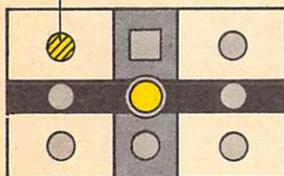

Bild 10
- (7) Der Dauereinschaltmelder zeigt an, daß die BÜ-Sicherungseinrichtung entweder durch Bedienen der Dauereinschalttaste und der Bahnübergangstaste oder mit dem Rangierschalter am BÜ eingeschaltet wurde. Die schützenden Signale werden dadurch aber nicht freigegeben. Mit dem Einschalten blinkt der Dauereinschaltmelder gelb (vgl. Bild 10). Sobald der BÜ gesichert ist, wechselt das Blinklicht des Dauereinschaltmelders in gelbes Ruhelicht (vgl. Bild 11). Der Dauereinschaltmelder erlischt, wenn durch Bedienen der Dauereinschaltlöschttaste und der Bahnübergangstaste oder durch Zurückdrehen des Schlüssels im Rangierschalter am BÜ die BÜ-Sicherungseinrichtung ausgeschaltet wird.